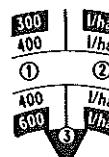

Abb. 4
5. Dosierscheibe mit Tabellen für Membranventil und LP-Düsen 110015–11006 zur Flüssigdünger-Ausbringung auf besondere Bestellung, Abb. 4.